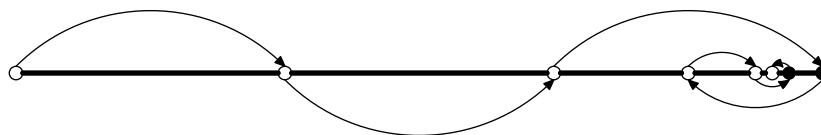

Рис. 2.8. Деление шага
- при аварийном окончании одного из расчетов осуществляется возврат к последнему из сбалансированных режимов и следующее приращение выполняется на величину, в два раза меньшую предыдущей (деление шага пополам), см. рис. 2.8;